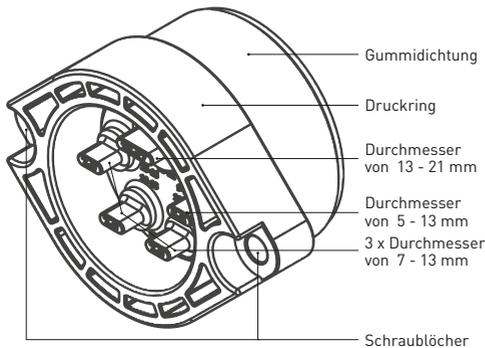

Abbildung 13.2: Dichteinsatz - Telekommunikation - Blindstopfen mit Durchmessern
- Entfernen Sie die Blindstopfen des **Dichteinsatzes - Telekommunikation** - entsprechend der ermittelten Durchmesser (s. Abbildung 13.2).